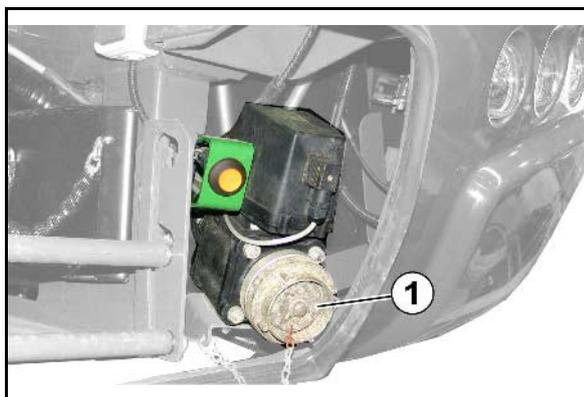

Fig. 78
- Remplissage avec parcours d'écoulement libre et goulot orientable (Fig. 78).